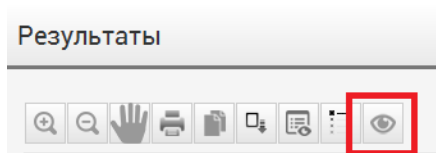

Рисунок 84
- Нажать на клавишу «Параметры графика», последовательно открыть калибровочную кривую для каждой мишени (рисунок 84).